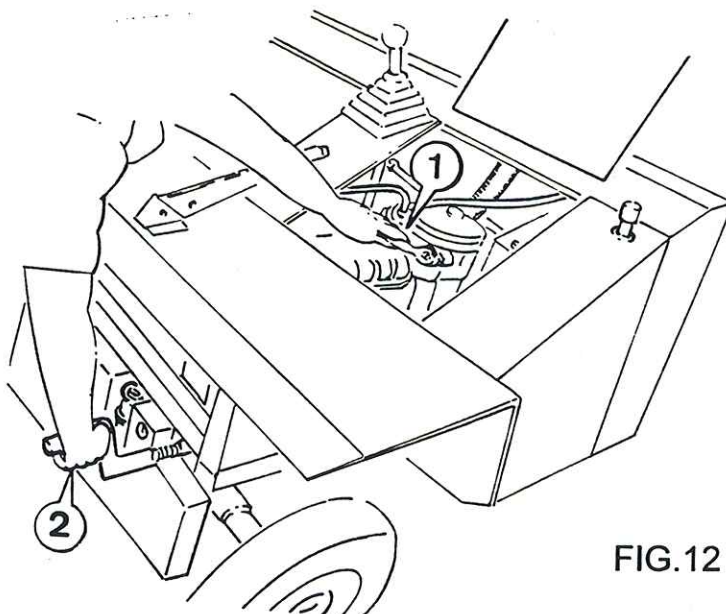

FIG.12
(Fig.12). Asegúrese de que la palanca cambio de velocidades se encuentra en punto muerto. Bloquear la palanca del acelerador al máximo de su recorrido. Colocar la palanca del descompresor (1) en posición vertical, seguidamente acelerar el motor al máximo con la manivela en sentido contrario a las agujas del reloj (2), cuando se encuentre a un régimen de vueltas elevado, bajar la palanca del descompresor a la posición horizontal con lo cual se produce el arranque del motor.
(Fig.12) Assurez-vous bien que le levier de la boîte à vitesses se trouve au point mort. Bloquez à fond le levier d'accélération. Placez le levier de décompression (1) en position verticale, ensuite accélérez au maximum le moteur au moyen de la manivelle dans le sens inverse des aiguilles d'une montre (2). Lorsque le moteur se trouve à un régime très élevé, ramenez le levier de décompression dans la position horizontale; c'est à ce moment-là que se produit le démarrage. Par la suite, replacer la manivelle sur son support.
(Fig.12) Ensure that the gear change lever is in the neutral position. Turn the decompression lever (1) to its vertical position and using the starting handle provided, turn the engine in an anticlockwise direction as fast as possible (2). When maximum cranking speed has been obtained, quickly return the decompressor lever "1" to its horizontal position, which will cause the engine to fire and run. Remove starting handle and return it to its storage position. Hand starting should only be used in the case of electric starting system failure.